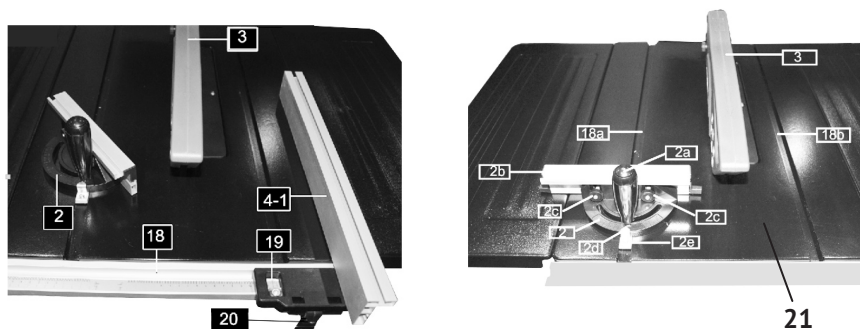

рис.6
2.1.5 Установка углового упора с транспортиром см. рис.6
- вдвинуть направляющий стержень (рис.6 поз.2e) в нужный паз (рис.6 поз.18a или 18b) рабочего стола (рис.6 поз.21);
- ослабить фиксирующий винт, повернув рукоятку (рис.6 поз.2a) против часовой стрелки;
- повернуть корпус со шкалой (рис.6 поз.2) относительно стрелки (рис.6 поз.2d) в нужную сторону на нужный угол, совместив стрелку с соответствующим делением шкалы;
- зафиксировать выбранное положение, закрутив рукоятку (рис.6 поз.2а) по часовой стрелке.